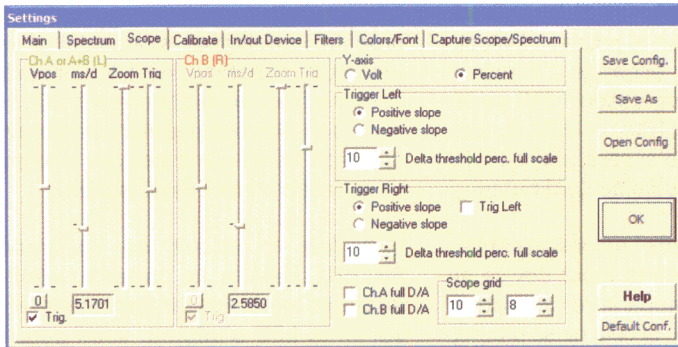

Figure 23 : Le poussoir Scope permet de régler les paramètres de l'oscilloscope.
. Le poussoir Scope permet de régler les paramètres de l'oscilloscope (voir figure 23).
- Pressez la touche Scope de la barre d'outils et la fenêtre de la figure 23 apparaît.